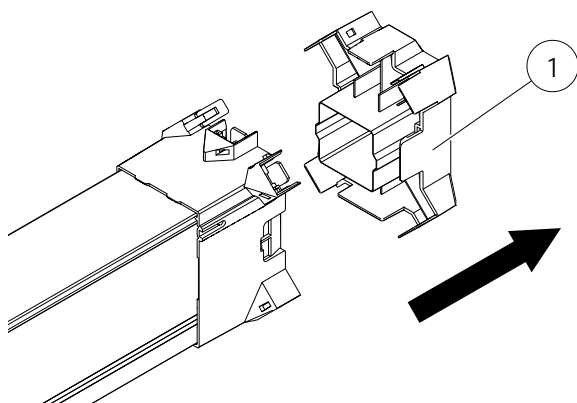

Abb. 133: Endkappe (Pos. 1) abziehen
- Endkappe (Pos. 1) abziehen (siehe Abb. 133)